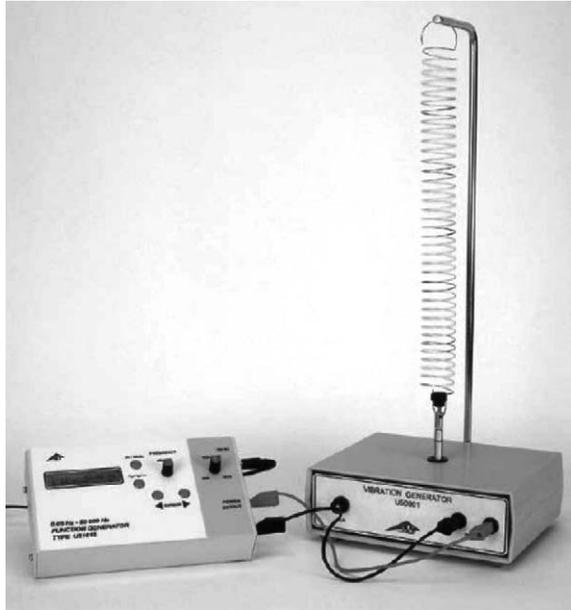

Figura 10.3. Montaje experimental de ondas estacionarias en un resorte
1. Monte el sistema como se muestra en la figura 10.3, sustituyendo la cuerda por un resorte, teniendo cuidado de no tensarlo mucho.